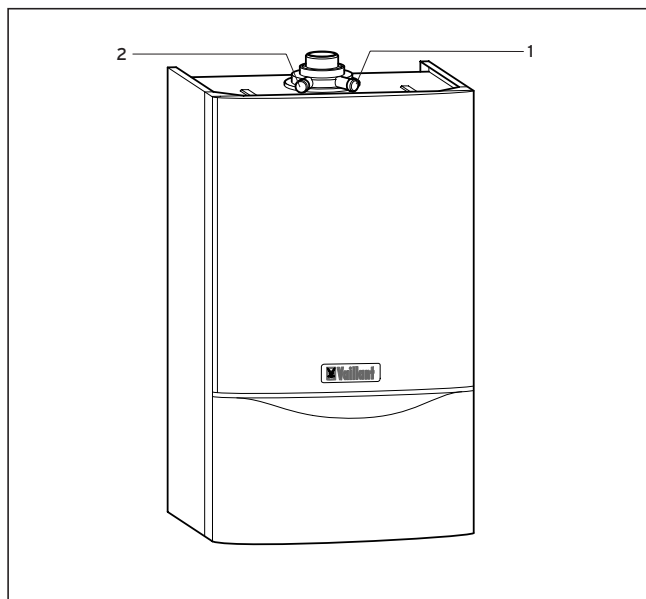

Fig. 3.15: Pontos de medição para análise dos gases de combustão
- Proceda à medição do rendimento na saída de fumos (1) e de ar (2), fig. 3.15.